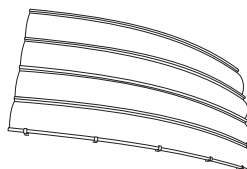

Рис. 7
- trzeci i czwarty panel montujemy w taki sam sposób jak w punkcie b), (Rys. 7).